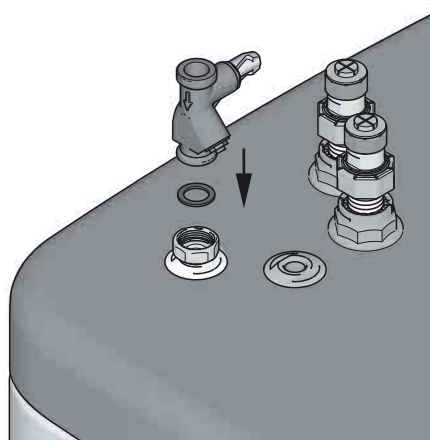

Fig. 4-18 Fasi di lavoro 1+2
1. Inserire la guarnizione nel raccordo mandata (v. fig. 4-18).